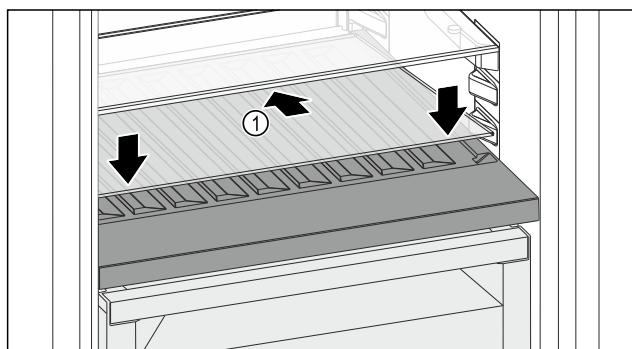

Fig. 116
- Posizionare il ripiano di vetro Fig. 116 (1) inclinato indietro e verso il basso.
- Abbassare la parte anteriore del ripiano di vetro Fig. 116 (1).